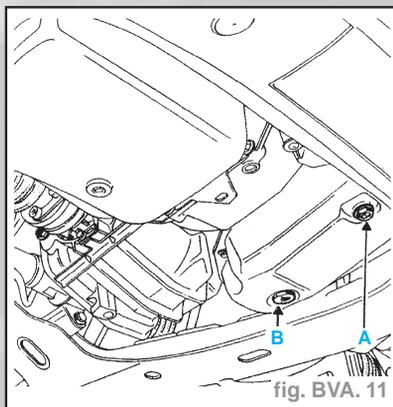

fig. BVA. 11
- Le carter de mécanisme à deux bouchons (fig. BVA. 11).
- La vidange s'effectue en déposant le bouchon (B).